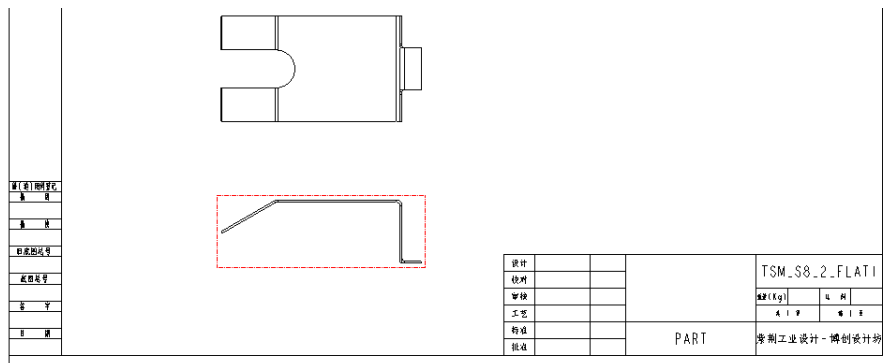

图 8-71 插入投影视图
- (1) 选中步骤 11 刚创建的一般视图，从功能区“布局”选项卡的“模型视图”组中单击（投影）按钮。
- (2) 在父项视图下方“投影通道”的适当位置处单击，插入该投影视图。
- (3) 双击该投影视图，系统弹出“绘图视图”对话框。
- (4) 在“类别”列表框中选择“视图显示”类别，切换到“视图显示”类别选项卡。从“显示样式”下拉列表框中选择“消隐”选项，从“相切边显示样式”下拉列表框中选择“默认”选项，单击“应用”按钮。
- (5) 单击“绘图视图”对话框中的（关闭）按钮，完成的该投影视图如图 8-71 所示。